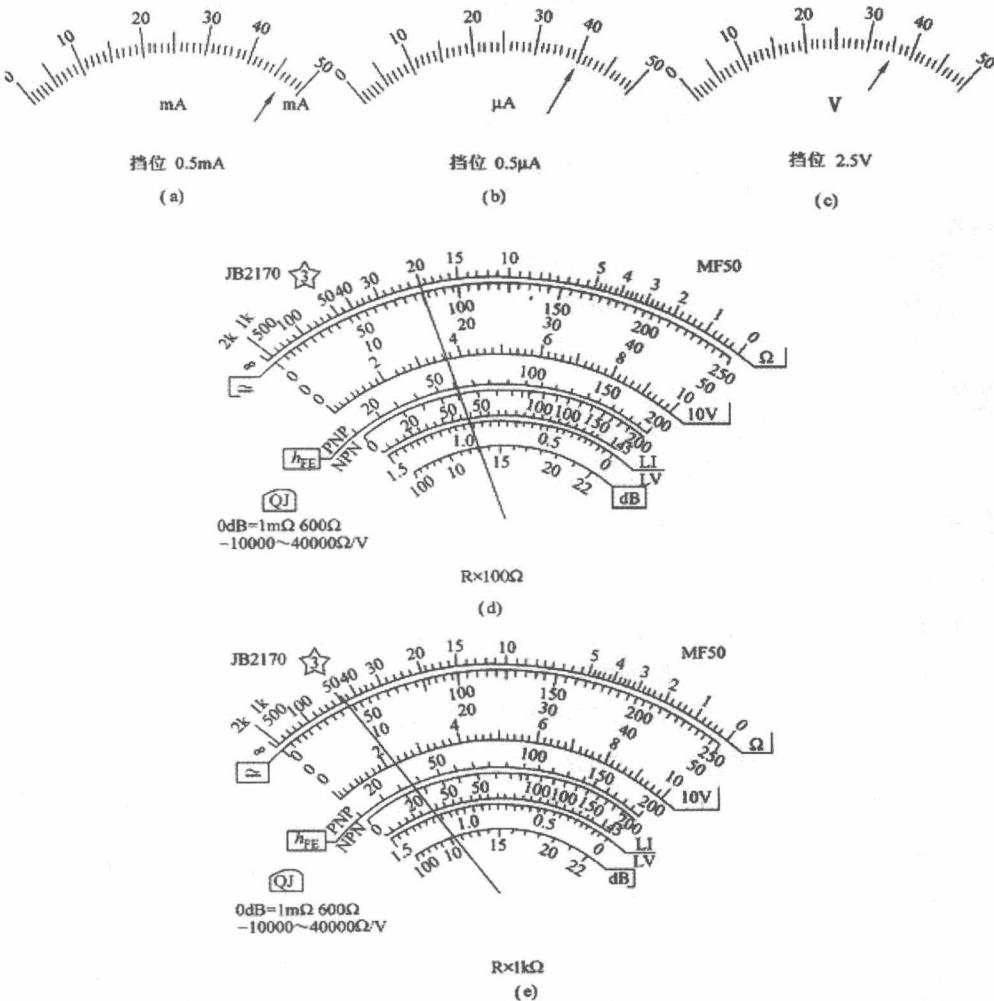

图 1-1-2 万用表刻度盘示意图
4. 对照图 1-1-2 读取刻度盘上数据, 在表中填写(对应各量程挡, 刻度盘上的分度值分别是多少)。